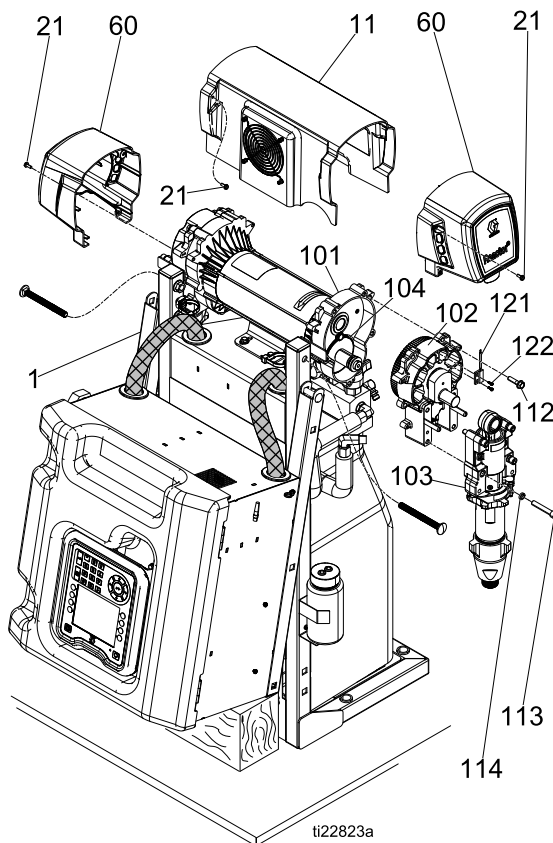

Figure 4
1. Upewnić się, że przeciwnakrętka (G) jest nakręcona na pompę płaską stroną ku górze. Wkręcić pompę w obudowę łożyska (M) aż do ustawienia otworów sworznia w osi. Wepchnąć sworznie (F). Ściągnąć drucianą opaskę przytrzymującą (E) w dół. Uwagi dotyczące montażu i ilustrację elementów można znaleźć na Rys. 4.
2. Kontynuować wkręcanie pompy w obudowę, aż wylot płynu (D) ustawi się w osi ze stalową rurką, a górne zwoje gwintu znajdują się +/- 2 mm (1/16") od lica łożyska (N).
3. Dokręcić przeciwnakrętkę (G) przez mocne uderzenie młotkiem nieiskracym.
4. Ponownie podłączyć wlot (C) i wylot (D) cieczy.